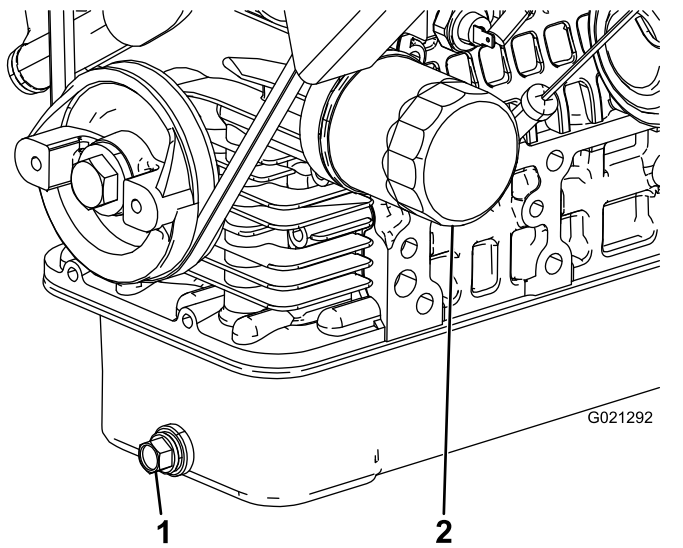

図 37
2. ドレンプラグを外してオイルを容器に受ける( 図 37)。
4. オイルフィルタを外す 図 37。